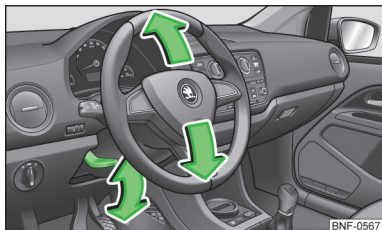

Fig. 2
- Drej låsearmen under rattet nedad » Fig. 2.